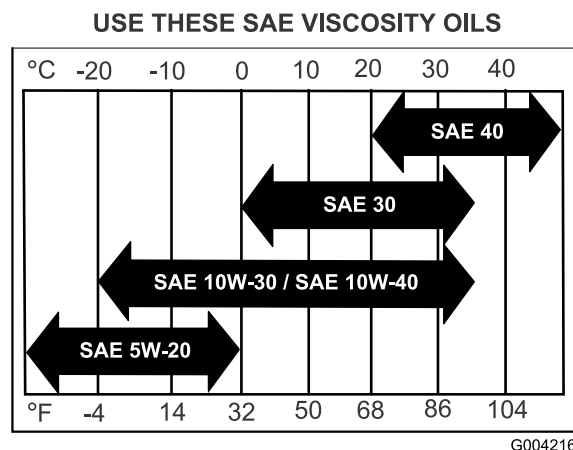

Figure 27
**Viscosité :** Voir le tableau ci-dessous (Figure 27).